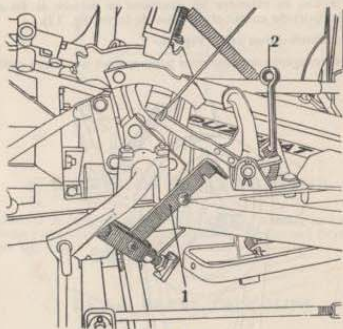

fig. 14
- Escamoter la butée de relevage à l'aide de sa crémaillère (fig. 14) (1).
- Basculer vers l'arrière le levier à came (2) pour maintenir le crochet de verrouillage hors de contact avec le secteur en acier.